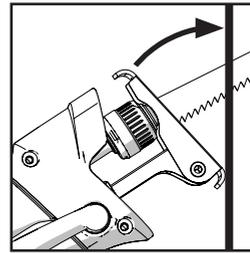

Fig. 10
- Halten Sie die Maschine schräg zum Werkstück, wobei die Unterkante der Werkstückkontaktplatte fest am Werkstück anliegt. (**Abb. 10**).